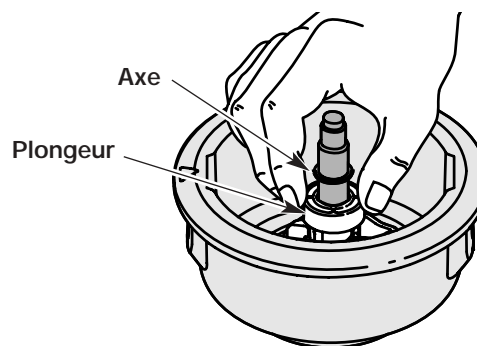

Fig. 46
5. Nettoyez l'axe et la surface intérieure de la bobine extérieure. Pour nettoyer l'axe dissimulé sous le plongeur, appuyez sur celui-ci (Fig. 46). Enlevez toute trace de saleté et de débris de l'axe.